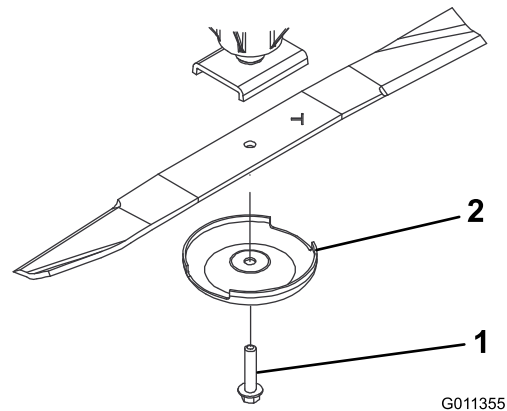

Figura 72
3. Retire del eje de la cuchilla el perno de la cuchilla, el protector de césped y la cuchilla (Figura 72).